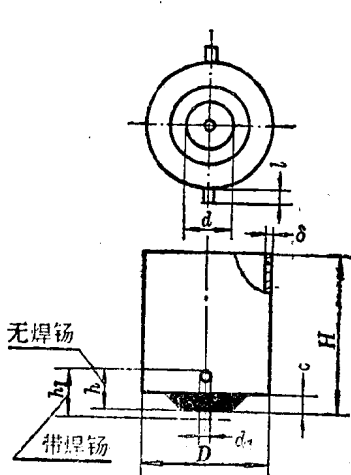

图 6
② E27/27-1型钢制灯头允许采用不小于8mm直径的接触片。
3. 插口式灯头的尺寸应符合图 6~10 和表 3 的规定。